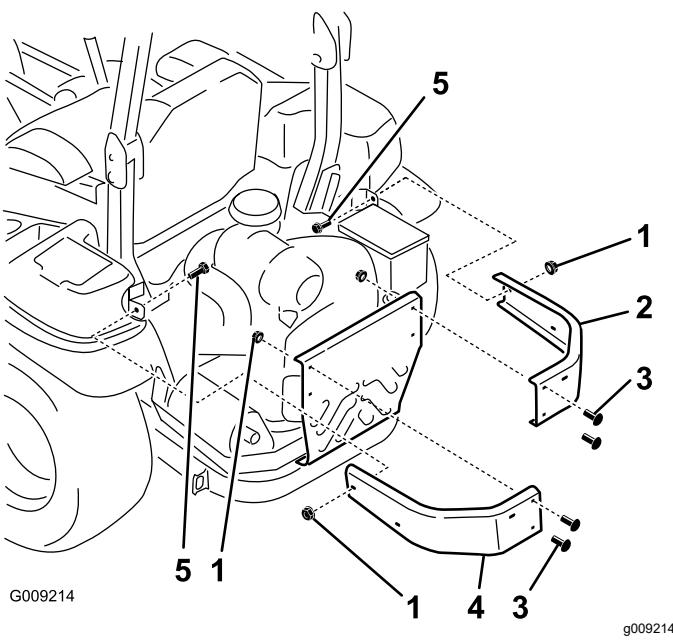

Figura 5
- Retire los pernos y las tuercas que fijan los parachoques laterales a la máquina (Figura 5).
- Instale los parachoques derecho e izquierdo nuevos con 2 pernos de cuello cuadrado (3/8" x 1 1/4"), los 4 pernos de cuello cuadrado que retiró anteriormente y 6 tuercas con arandela prensada (3/8"), según se muestra en Figura 5.